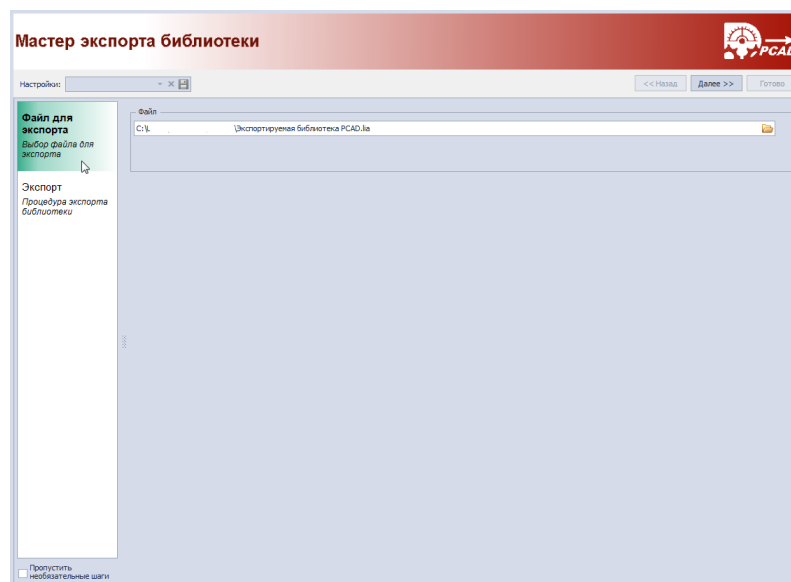

Рис. 41 Имя экспортируемого файла и место его сохранения
3. Убедиться, что в поле «Имя файла» отображается корректная информация об имени и месте сохранения экспортируемого файла, см. Рис. 41. Имя и место сохранения файла можно ввести непосредственно с клавиатуры. Если поле «Имя файла» не заполнено начать экспорт невозможно.